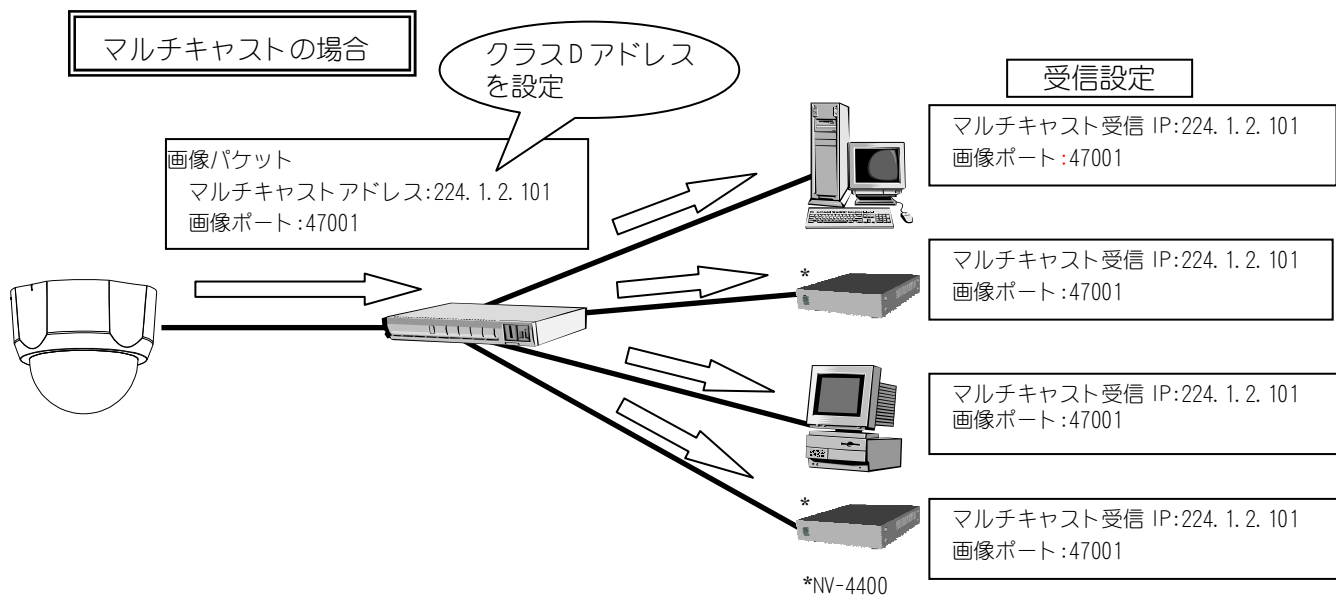

図 16-4 マルチキャストアドレス 画像ポートについて
- (1) マルチキャストアドレスは、RTP/UDP/IP プロトコルで画像配信される際の宛先 IP アドレスです。
- (2) マルチキャストアドレスにクラスDの IP アドレスを指定するとマルチキャスト配信が行えます。
- (3) マルチキャストアドレスに受信側機器の IP アドレスを指定すると RTP/UDP/IP プロトコルによるユニキャスト画像配信も行えます。
- (4) 画像ポートは、画像データを通信するためのポートです。1024～65535 の範囲で設定できます。
- (5) 図 16-4にその該略図を示します。